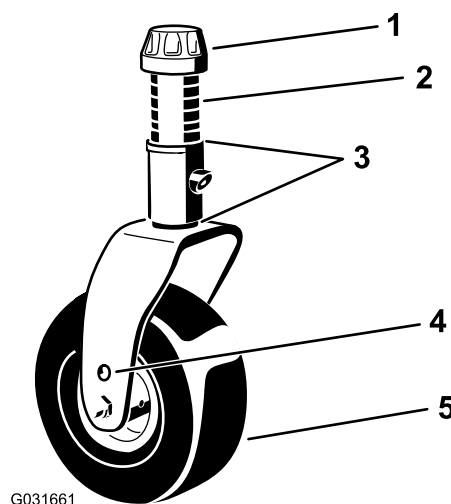
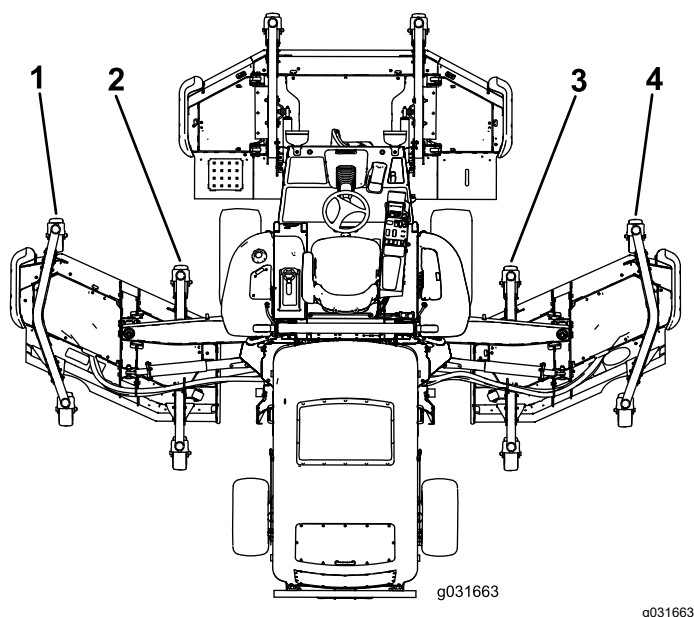

Figura 28
Figura 29
5. Si el borde interior de la unidad de corte lateral está demasiado alto respecto al borde exterior de la unidad de corte delantera, retire un suplemento de la parte inferior del brazo interior delantero de la rueda giratoria de la unidad de corte lateral (Figura 28 y Figura 29).
6. Si el borde interior sigue estando demasiado alto, retire otro suplemento de la parte inferior del brazo interior delantero de la rueda giratoria de la unidad de corte lateral, y un suplemento del brazo exterior delantero de la rueda giratoria de la unidad de corte lateral (Figura 28 y Figura 29).
7. Si el borde interior de la unidad de corte lateral está demasiado bajo respecto al borde exterior de la unidad de corte delantera, añada un suplemento de 3 mm ($\frac{1}{8}$ ") a la parte inferior del brazo interior delantero de la rueda giratoria en la unidad de corte lateral (Figura 28 y Figura 29)